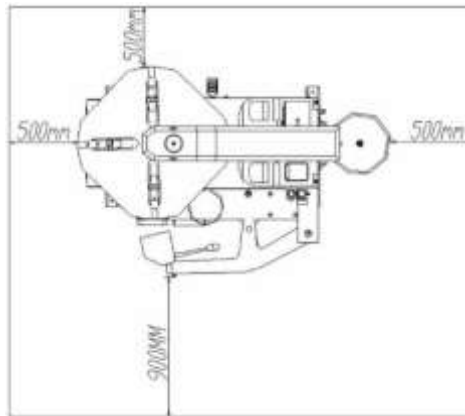

Fig. 3-1
- L'espace autour de la machine doit respecter les dimensions minimales indiquées (voir Fig. 3-1) afin de permettre le fonctionnement correct de toutes les parties de la machine sans restriction.